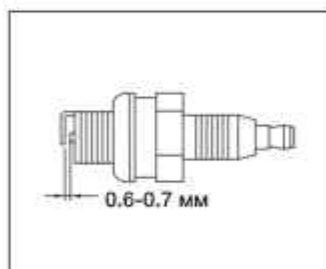

Рис. 16
- Замените заглушку, если центральный электрод изношен закрученным на конце. Искровой зазор 0,6-0,7 мм (рис. 16)